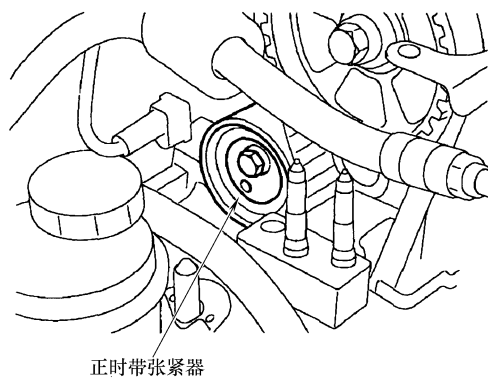
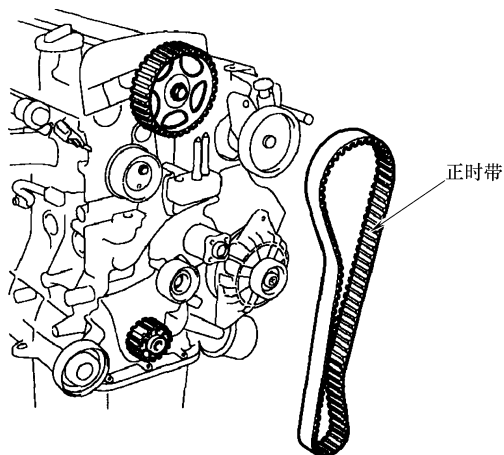

图 31-12 拆卸正时带张紧器
图 31-13 拆卸正时带
15) 拆卸正时带张紧器和正时带，如图 31-12 和图 31-13 所示。